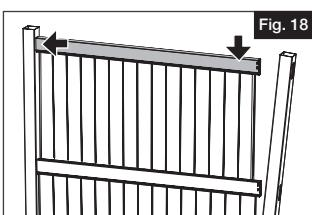

Fig. 18
- c. Insérer la traverse supérieure dans le trou toupillé au haut du premier poteau, puis placer la traverse sur le dessus des planches (Fig. 18).